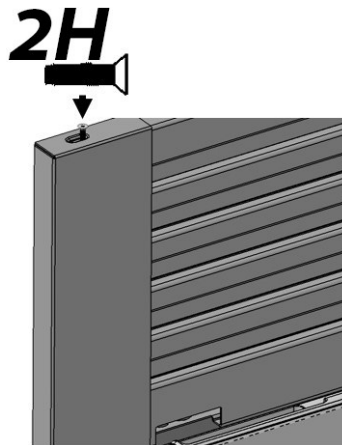

Fig. 16
- b. Fixez les vis 2H à la garniture supérieure (Fig. 16) et répétez pour le côté droit. **Serrez à la main seulement!**